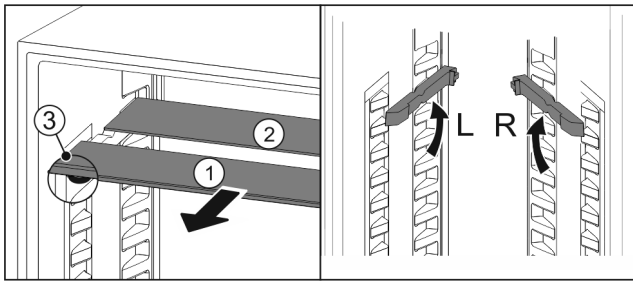

Fig. 91
- ▶ Glasplatten einzeln nach vorne herausziehen Fig. 91 (1).
- ▷ Glasplatte Fig. 91 (1) mit Zierleiste liegt vorne.
- ▷ Stopps Fig. 91 (3) zeigen nach unten.